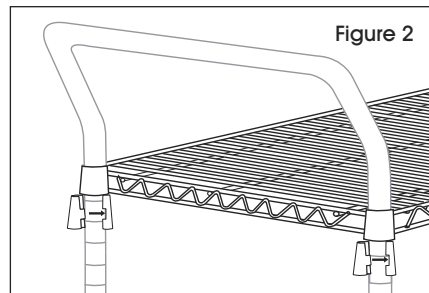

Figure 2
2. Snap the interlocking pieces of a shelf support (wide end down) around the post at the highest groove where shelf is to be located. Slide the support up or down until it snaps into the groove. (See Figure 2)
2. Enclenchez les pièces emboîtables d'un support de tablette (l'extrémité la plus large vers le bas) autour du montant, au niveau de la rainure la plus élevée à l'endroit où la tablette doit être placée. Faites glisser le support vers le haut ou vers le bas jusqu'à ce qu'il s'enclenche dans la rainure. (Voir Figure 2)